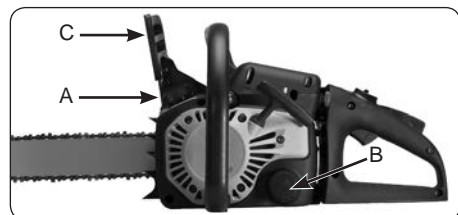

Рис. 8
1. Заправьте резервуар для топлива (А) правильной топливной смесью (Рис. 8).
2. Наполните резервуар для масла (В) правильно подобранной смазкой для цепи и шины (Рис. 8).
3. Убедитесь в том, что тормоз цепи (С) освобожден перед пуском пилы (Рис. 8).